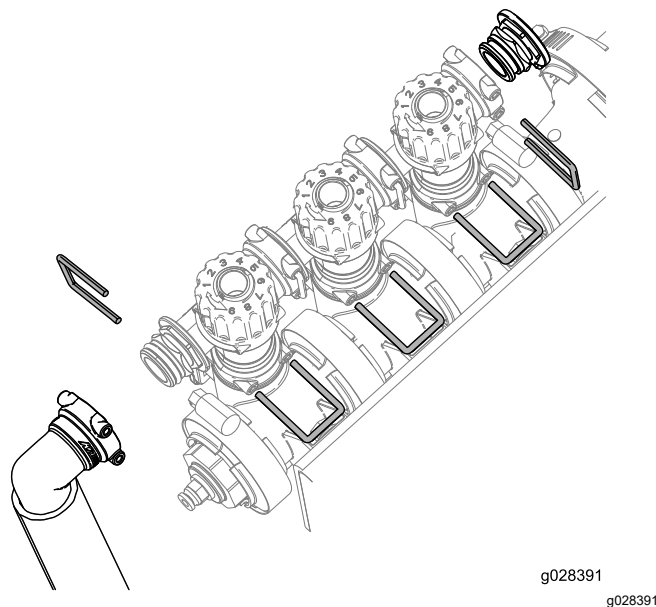

**Рисунок 13**
1. Снимите держатель, который крепит привод к коллекторному клапану секции или клапану перемешивания (Рисунок 13).